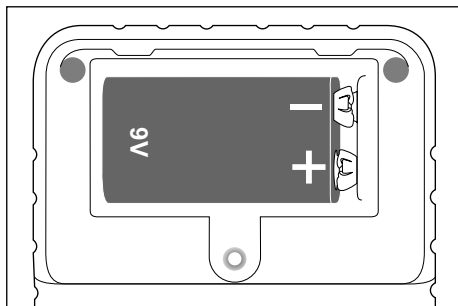

Fig. 2
- 2) Collegare la pila quadra da 9 V **8** al morsetto rispettando la polarità (fare attenzione ai segni + e -) e posizionare la pila quadra da 9 V **8** all'interno del vano pile (vedere fig. 2).